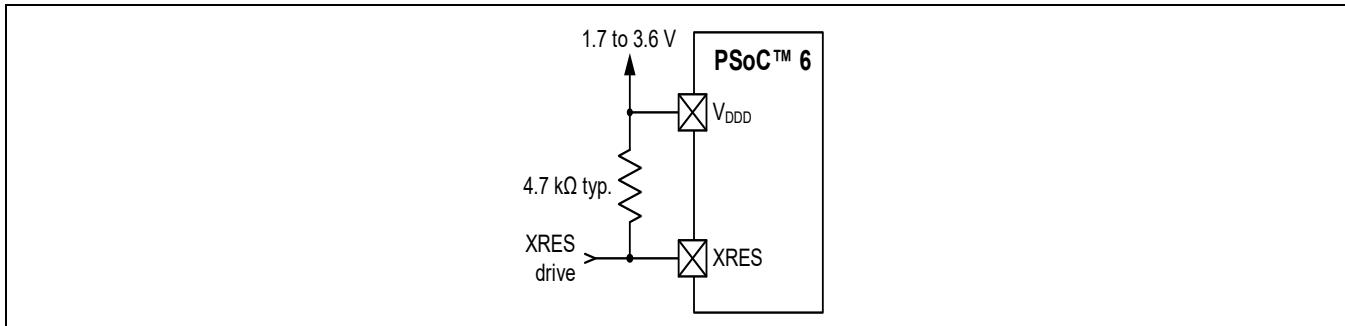

图 6 XRES 连接图
- 外部复位专用引脚 (XRES)，用于使用外部源复位设备。XRES 引脚为低电平有效。它既可以连接到 V_{DDD} 的上拉电阻，也可以连接到有源驱动电路，如图 6 所示。如果使用上拉电阻，需要在引脚被拉低时，选择其值以最小化电流消耗；典型值为 4.7 kΩ 至 100 kΩ。